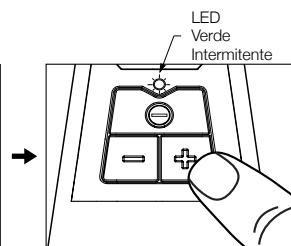

Figura 3
- Ajustar la velocidad presionando los botones "+" o "-" en la placa de control de mandos. "+" para aumentar la velocidad y "-" para disminuirla- ver figura 3.